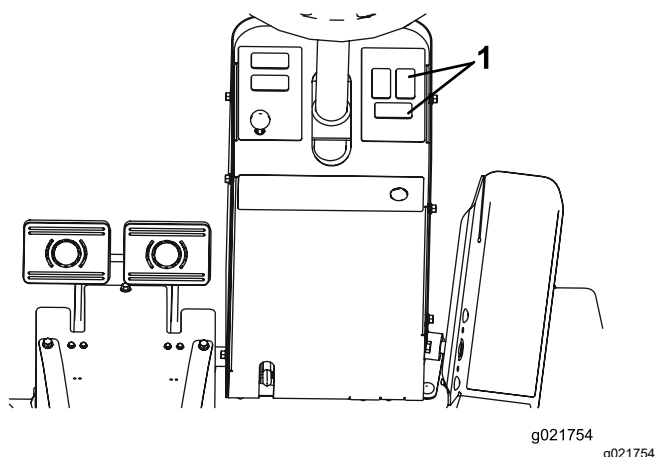

Figura 3
1. Da sotto il cruscotto del piantone dello sterzo, estraete i tappi dai fori mostrato nella Figura 3.